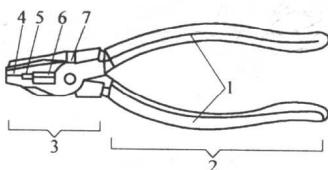

图 1-1 钢丝钳
1. 钢丝钳 钢丝钳俗称钳子，是钳夹和剪切工具，由钳头和钳柄两部分组成，如图 1-1 所示。